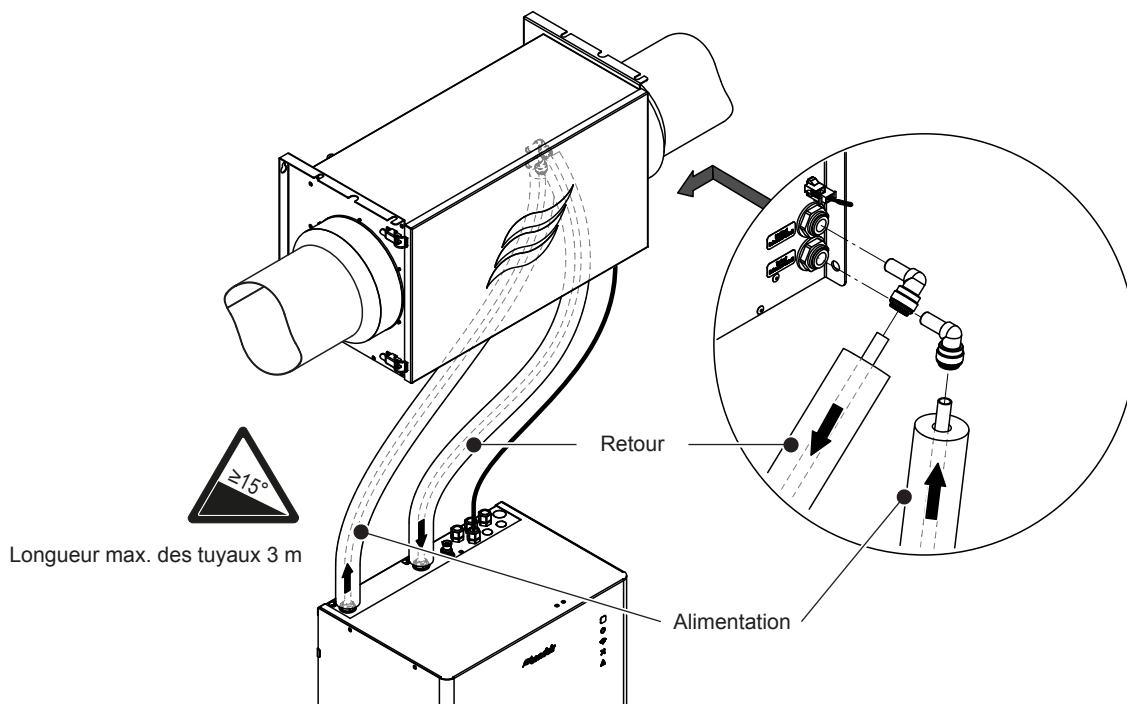

Fig. 17: Raccordement de tuyaux
3. Raccordez les tuyaux d'alimentation et de retour comme indiqué à la Fig. 17 aux raccords correspondants de l'unité hydraulique et de l'unité de l'humidificateur. Si nécessaire, utilisez les raccords coudés fournis.